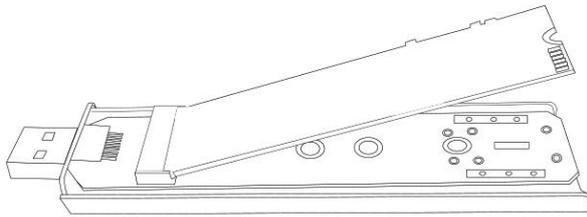
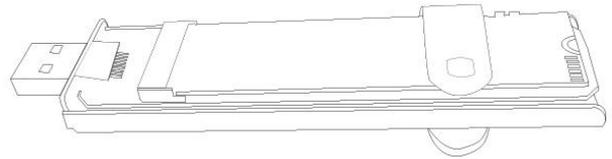

图 1
图 2
1. 将 M.2 接口 SSD 硬盘插入到 USB 转 M.2 装置板上（图 1）并用卡扣固定（图 2）。